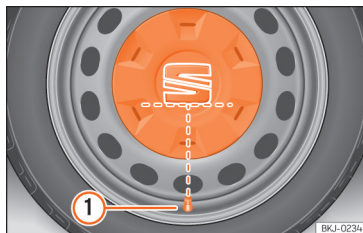

Fig. 193 Colocação correta do tampão central da roda para jantes de aço.
- Coloque o tampão central da roda sobre a jante. A parte inferior da sigla «S» do emblema da SEAT deve coincidir com a válvula de enchimento »» Fig. 193 ①.